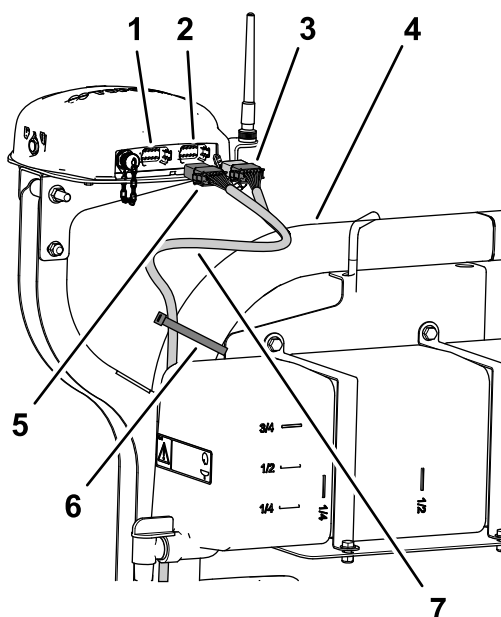

Figura 197
2. Passe a secção com 390 cm da cablagem dos dados ao lado do tubo ROPS direito com o conector de 12 tomadas (cinzento) e o conector de 12 tomadas (preto) para cima na direcção do recetor da navegação (Figura 197).
7. Prenda a secção com 390 cm da cablagem dos dados ao tubo ROPS direito com 2 braçadeiras de cabos, como se mostra na Figura 197.